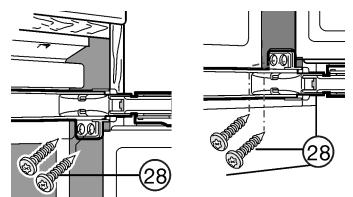

Fig. 15
- An beiden Türen mit Spanplattenschrauben Fig. 15 (28) jeweils oben und unten durch die Scharnierlaschen schrauben.